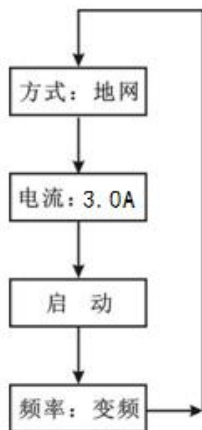

图 9 菜单流程图
(2) 按  键，可移动光标至各菜单项，并循环指示。被选中项反白字体显示。选择键的流程见图 9 所示。
仪器测试完毕，出现图 9 所示界面。按  键可以在 print、quit 之间选择。